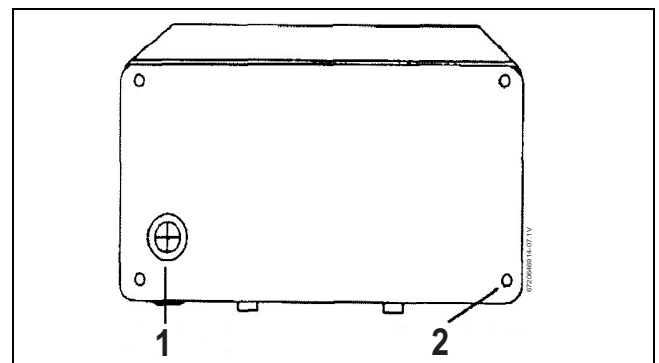

Fig. 8 Arrière de l'unité
- ▶ Si le passage par l'arrière du capot est choisi, découper le passe câble sur la plaque arrière avec un couteau bien aiguisé. Vérifier de ne pas retirer la gaine en caoutchouc de la plaque arrière (Fig. 8):